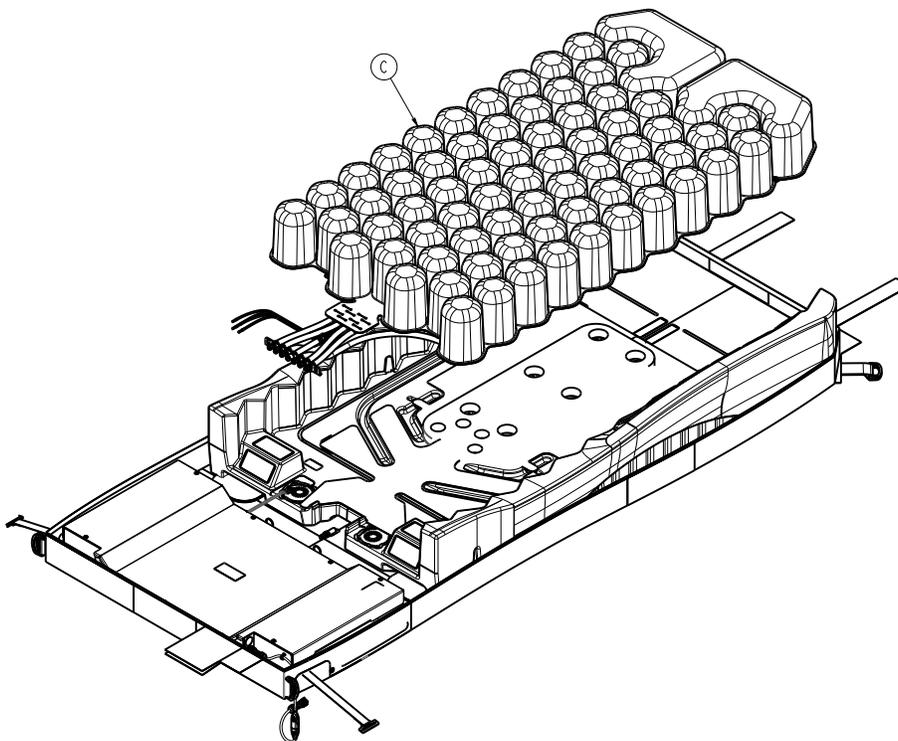

Figure 7 – Ensemble de cellules
10. Accéder à la poche de rotation en passant sous l'ensemble de cellules (C) du côté droit du patient à proximité du milieu. Déconnecter le raccord rapide de la poche de rotation. Répéter la procédure pour le côté gauche du patient (Figure 7).